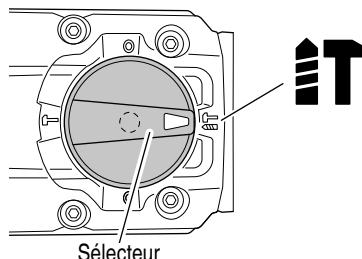

Fig. 12
- (1) Commutation sur "rotation + percussion"
- (b) Alignez ▲ du levier du sélecteur et **T** du couvercle de la manivelle comme illustré à la Fig. 12.